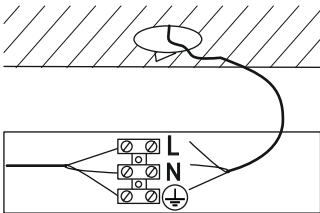

Рисунок 3
- Подключите подготовленные концы сетевого провода к клеммам L, N, а жилу с изоляцией желто-зеленого цвета присоедините к клемме заземления ⚡ (рисунок 3). Затяните винты клеммного зажима.